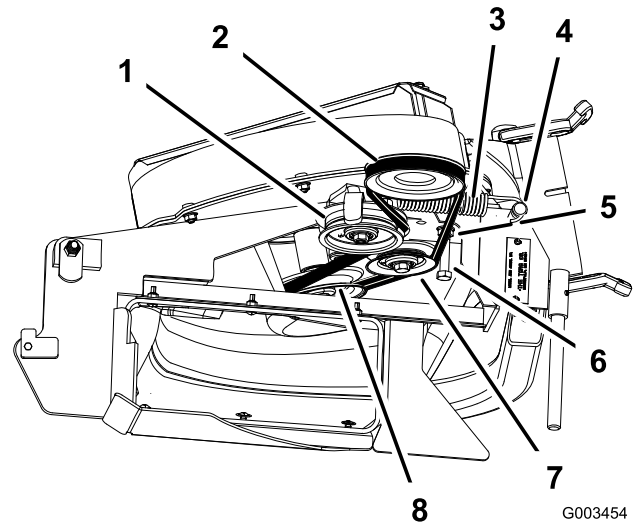

Figure 16
2. Sur les tondeuses de 122 et 132 cm, desserrez le boulon du guide-courroie (Figure 16).
3. Chaussez la courroie sur la poulie de ventilateur et la poulie de tension fixe (Figure 16).